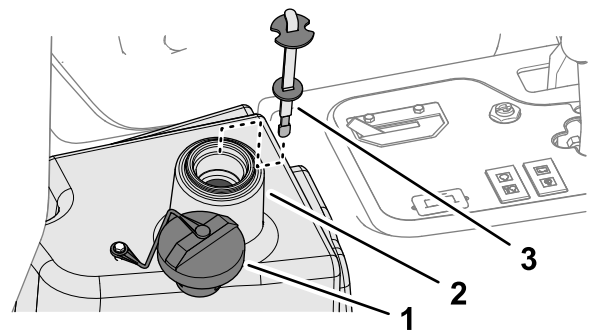

Figura 91
4. Umpleți rezervorul (Figura 91) cu aproximativ 22,7 l de ulei hidraulic; consultați Specificaiile uleiului hidraulic \(Pagină 61\).